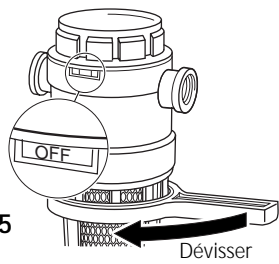

Figure 5
- Poser la clé sur les nervures de la cuve et la tourner à gauche pour dévisser la cuve (voir la Figure 5).